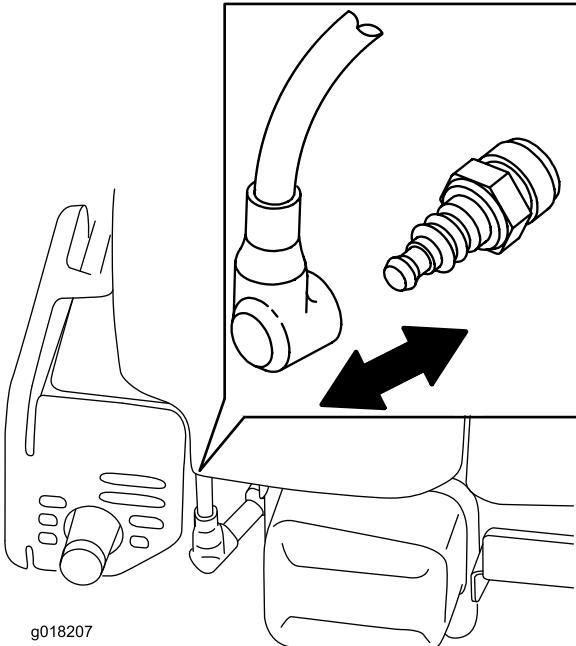

Bild 15
- Ziehen Sie das Zündkabel von der Zündkerze (Bild 15) ab, bevor Sie Wartungsarbeiten ausführen.